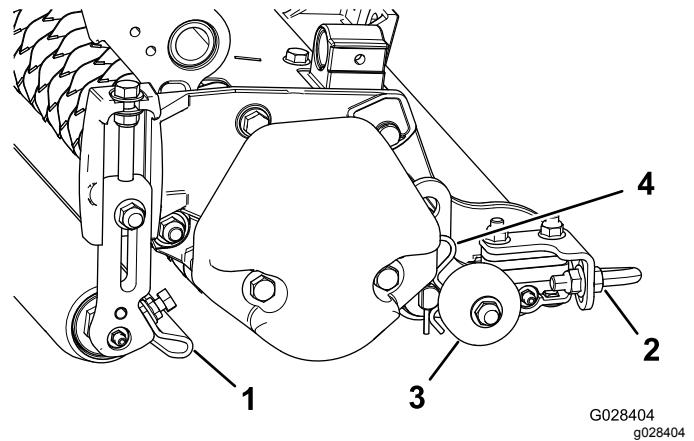

Figura 12
- Desaperte as porcas flangeadas que fixam os raspadores do rolo (Figura 12).
Antes de as unidades de corte vertical serem baixadas até ao chão ou retiradas da unidade de tração, bixe os rolos de transporte (Figura 12) para proteger as lâminas do contacto com a superfície dura.